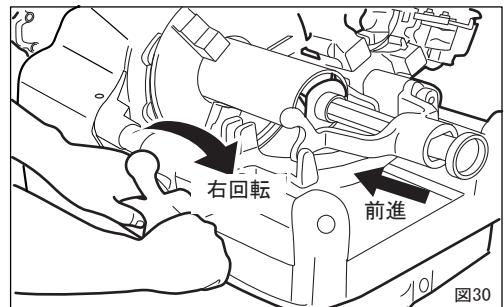

図30
④ スイッチを入れてパイプを回転させてから送りハンドルでリーマをパイプに押しつけ、パイプが 1 回転以上したらリーマをパイプからはなしてください。これで面取りは完了です。（図30）